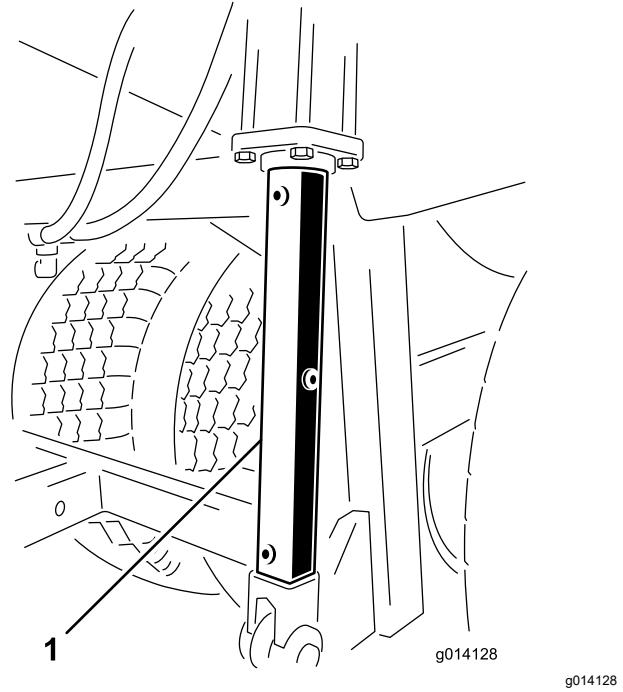

Figure 46
Avant toute opération d'entretien sous la trémie levée, installez 2 supports de vérin hydraulique (Figure 46).
3. Montez les supports sur les tiges des vérins hydrauliques (Figure 46).